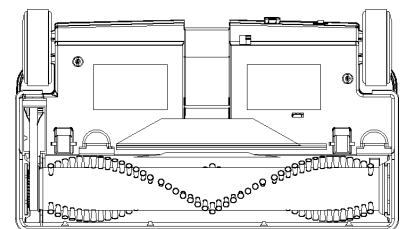

Figure 7
6. Remplacez le couvercle en insérant les languettes placées à l'avant du couvercle dans les fentes appropriées de la base de la brosse motorisée électrique (comme montré à la figure 7) et appuyez sur les 3 agrafes à ressort jusqu'à ce qu'elles se verrouillent en place.